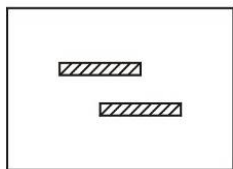
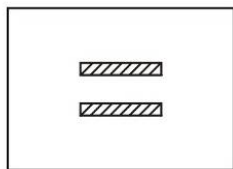

Figura 52
Figura 53
(1) Foria horizontal
Si el paciente no tiene presbicia, establezca los resultados de la prueba de foria en un punto lejano de la apertura. Si el paciente tiene presbicia, ponga los resultados en la prueba de punto cercano. Coloque la tarjeta de punto cercano a 40 cm y gire la perilla de la lente auxiliar ②1 para establecer el ojo derecho en 6ΔU de modo que las filas de letras estén completamente separadas. Si el paciente tiene foria horizontal, se mostrará como la figura 52. Gire el prisma giratorio ⑫ hacia el otro ojo, con la escala 0 hacia arriba (ver Fig.54) Gire la perilla de rotación del prisma ⑪ de modo que no haya diferencia entre los ojos izquierdo y derecho y, en este momento, la escala del prisma giratorio indica la potencia del prisma (ver figura 53).